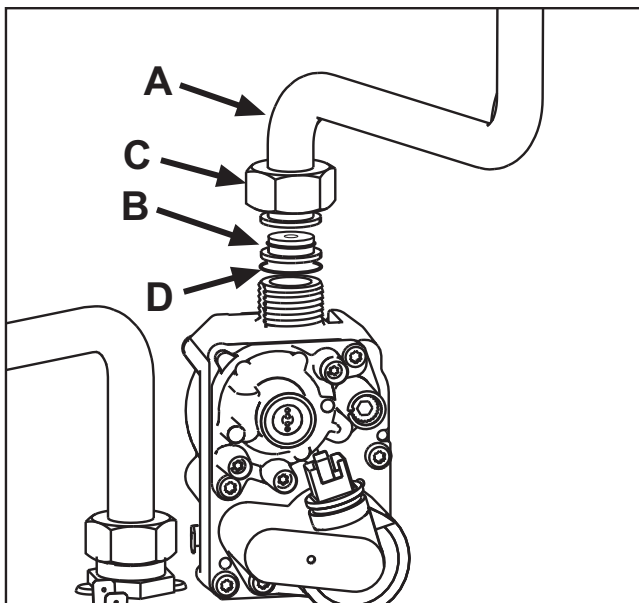

fig. 23
3. Dévisser le papillon **C** et dégager le tuyau du gaz **A** de la soupape gaz (voir fig. 23).
4. Remplacer la buse **B** présente dans le tuyau gaz par celle contenue dans le kit de transformation après avoir intercalé le joint **D** (voir fig. 23).